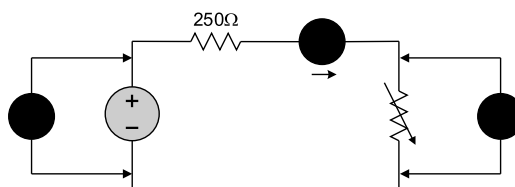

Figura 5.6.
3. En el circuito de la figura 5.6, considere que la resistencia variable R_L puede variar desde 0Ω hasta $1 \text{ k}\Omega$. Grafique P_L vs. R_L .
16. Conecte el circuito mostrado en la figura 5.6.